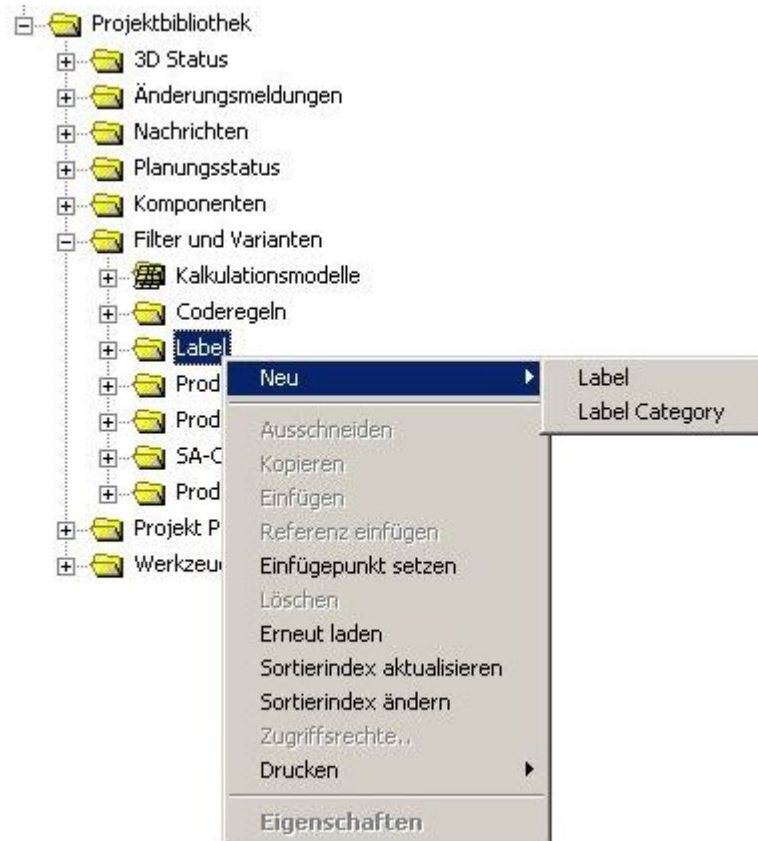

Abbildung 74: Neuanlage von Labels und Label Kategorien
- Öffnen Sie die Projektbibliothek und wählen unter den Eintrag **Label**. Im Kontextmenü wählen Sie *Neu* und daraufhin das Objekt welches Sie erzeugen wollen. Siehe auch Abbildung 74.
Siehe auch: Abbildung 74.